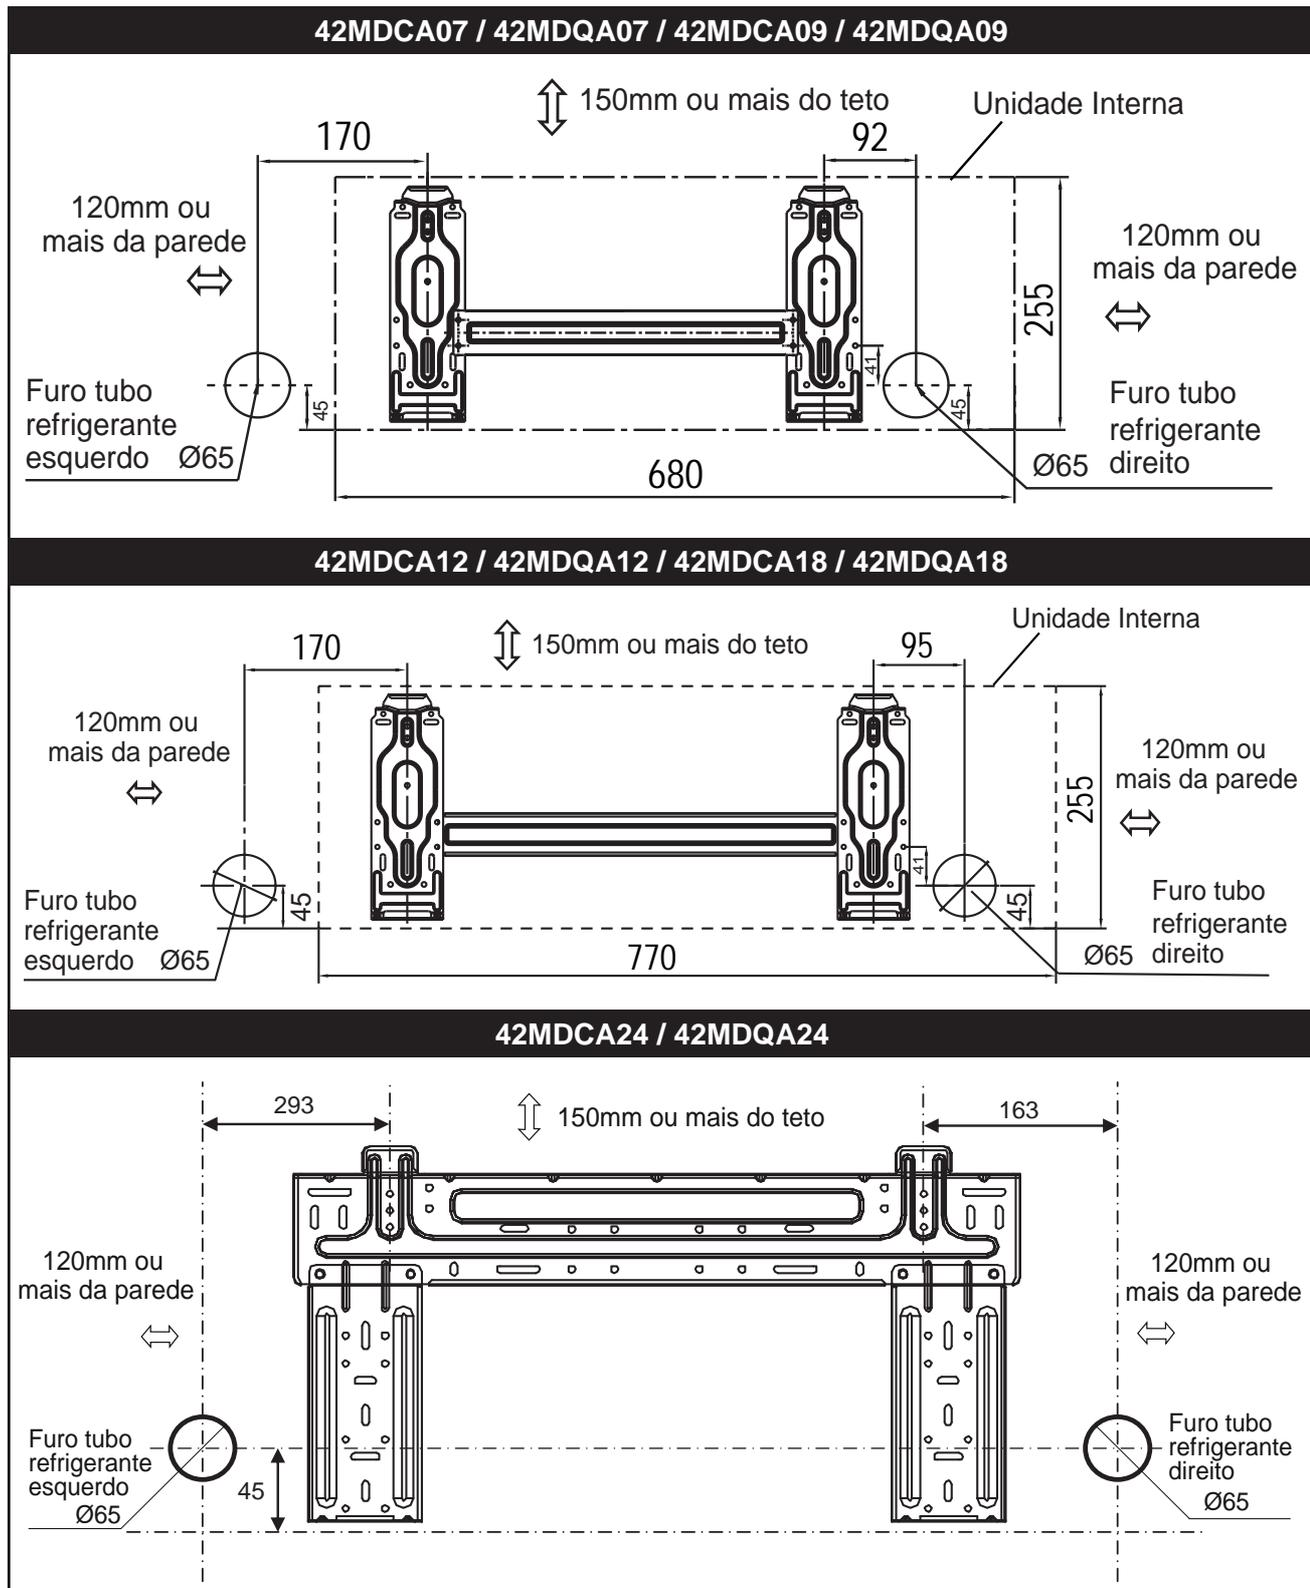

FIGURA 18 - SUPORTES DE MONTAGEM
- Fixe o suporte à parede com parafusos auto-atarraxantes através dos furos próximos à borda externa dele como mostrado na figura 18 (Coloque parafusos em todos os furos superiores).
Veja na figura 18 as dimensões para furação da tubulação e do dreno.